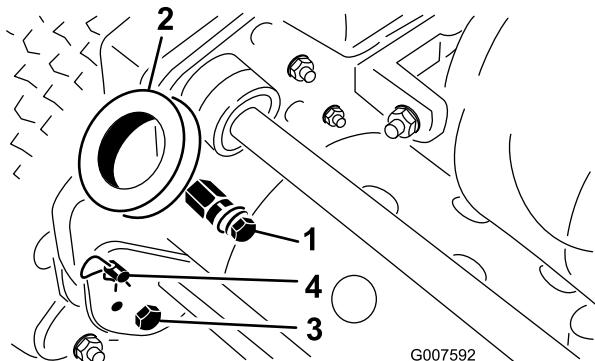

Figura 2
1. Retire os parafusos, porcas de bloqueio e anilhas da parte inferior dos braços do manípulo de cada lado da máquina (Figura 2).
2. Retire as chavetas e ganchos de anel que prendem os braços do manípulo para a parte posterior do chassis (Figura 2).
3. Insira as extremidades do manípulo através dos orifícios nos braços do manípulo e alinhe os furos com os pinos de montagem (Figura 2).
1. Retire a chaveta do gancho de anel em cada lado da máquina (Figura 2).
2. Enquanto segurar no manípulo, retire o gancho de anel de cada lado e suba ou desça o manípulo até a posição desejada para a sua utilização (Figura 2).